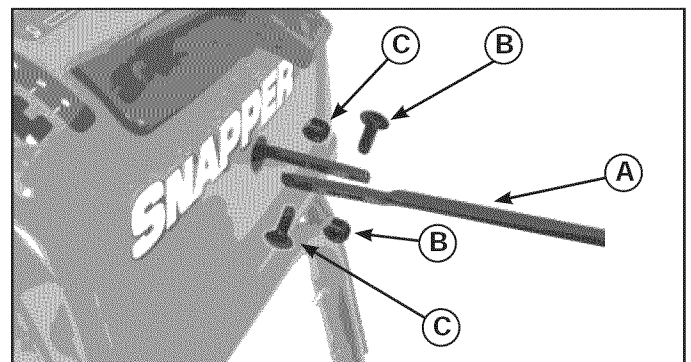

Figura 10. Montaje de la varilla de división
1. Tome el extremo de la varilla de división (A, Figura 10) conectada a la parte superior trasera de la rampa y alinéelo con el lado derecho de la varilla de división que sobresale del tablero de instrumentos.
2. Inserte dos pernos de cabeza redonda pequeños (B) en los orificios cuadrados de la varilla de división.
3. Instale contratuercas de 1/4 de pulg (C) y apriete los elementos de fijación con una llave de 7/16 de pulg.